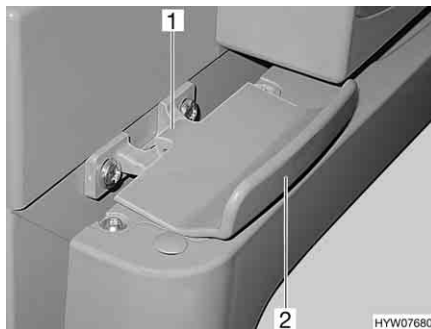

Fig. 58 Bloccaggio della porta del frigorifero, chiuso (Thetford)
- Apertura:** ■ Aprire la porta del frigorifero tirando la maniglia (Fig. 58,2). Il bloccaggio (Fig. 58,1) si sblocca automaticamente.